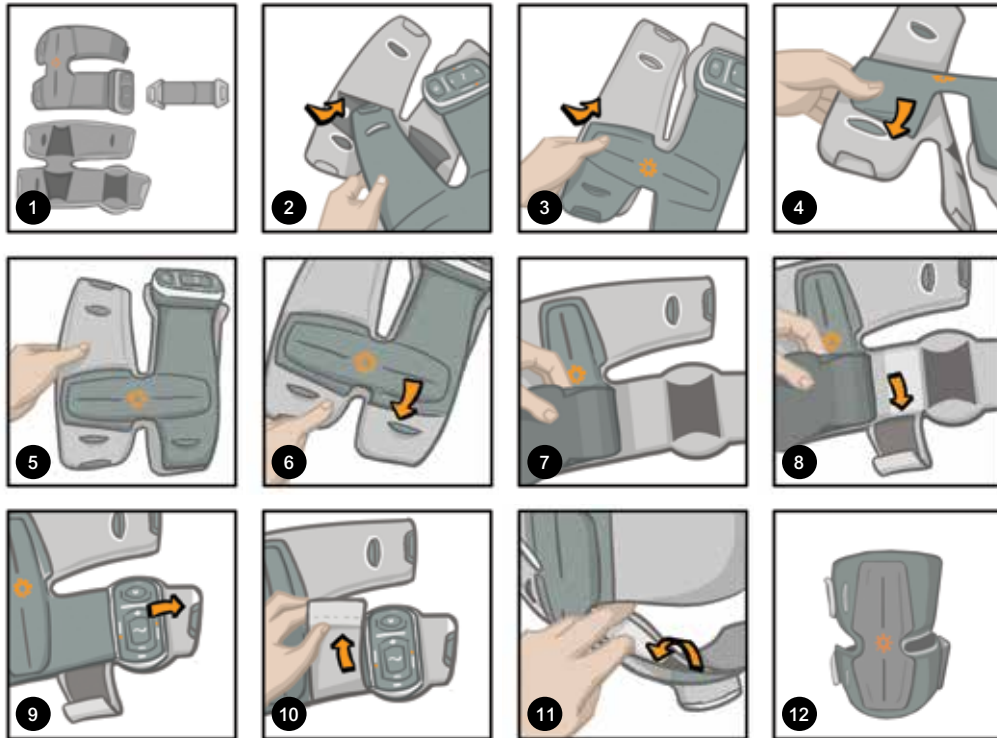

Abbildung 8-15: Anbringen des Oberschenkelmanschetten-Bezugs (für Heimanwendung)
1. Bringen Sie zunächst die obere Oberschenkel-Manschetteneinlage an der Abdeckung an, und befestigen Sie dann die Klettverschluss tasche an der unteren Einlage. Siehe Abbildung 8-15.